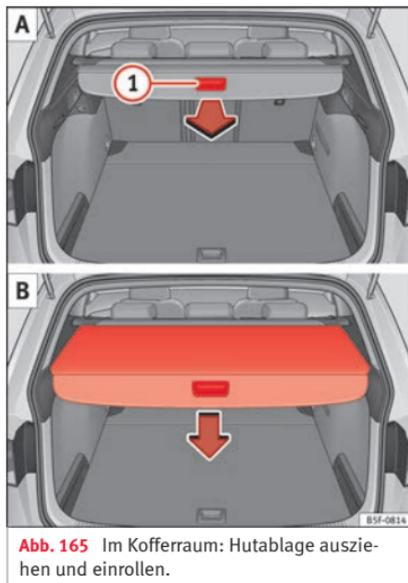

Abb. 165 Im Kofferraum: Hutablage ausziehen und einrollen.
- Ziehen Sie gleichmäßig die Hutablage am Handgriff » Abb. 165 1 A heraus, bis diese hörbar einrastet.
- Drücken Sie den Haltegriff der Gepäckraumabdeckung in Pfeilrichtung, bis diese entriegelt ist » Abb. 165 B.